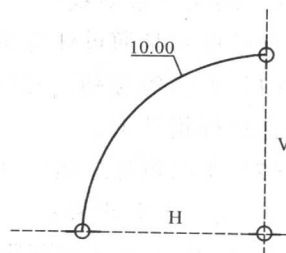

图 1-27 绘制中心圆弧
(1) 单击  按钮，在绘图区中的某位置处单击，确定圆弧的中心点。
(2) 将圆调整至所需的大小，并在圆弧上单击两次确定圆弧的两个端点，如图 1-27 所示。